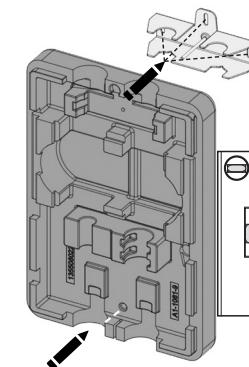

Fig. 5
5. Așezați suportul de perete (6) și termoizolația posterioară (7) perpendicular pe perete, utilizându-le ca săalon pentru executarea găurilor (fig. 5).
6. Marcați și executați găurile în perete, înseărând apoi diblurile livrate (fig. 5).